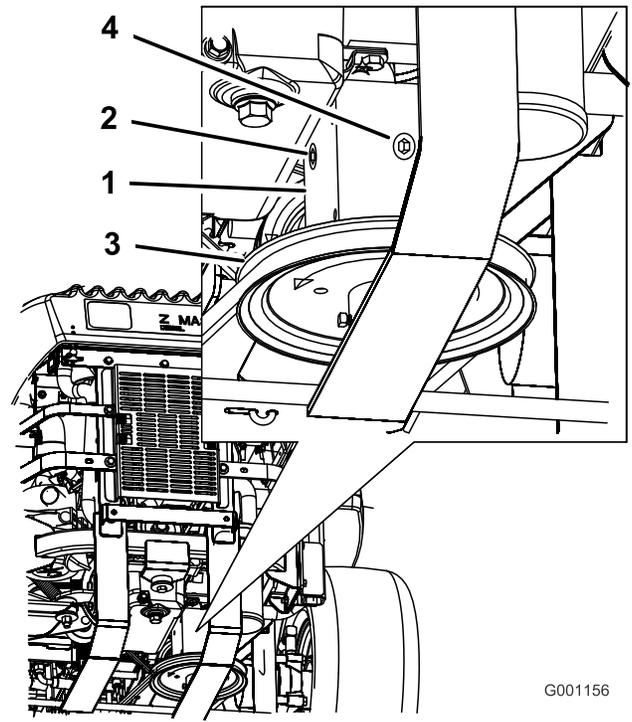

Figura 76
- Retire o tampão lateral ou traseiro da caixa de velocidades (Figura 76).